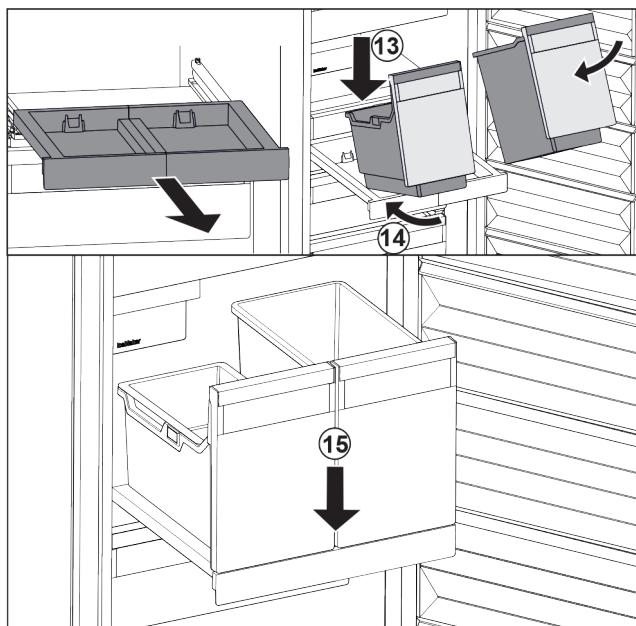

Fig. 90
- ▶ Наклоняя вниз, установите контейнеры на выдвижную панель. *Fig. 90 (13)*
- ▶ Вставьте контейнеры, наклоняя вниз, назад. *Fig. 90 (14)*
- ▶ Снимите контейнеры спереди. *Fig. 90 (15)*